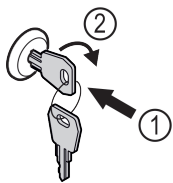

Fig. 138
- ▶ Introduceți cheia prin apăsare. Fig. 138 (1)
- ▶ Rotiți cheia cu 90° în sensul acelor de ceasornic. Fig. 138 (2)